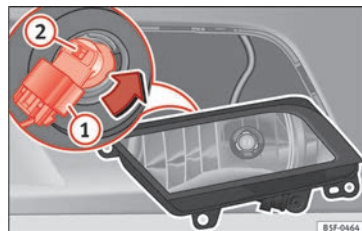

Fig. 114 Farol de nevoeiro.
- Retirar o conector » **Fig. 114** ① da lâmpada.
- Rode o porta-lâmpadas » **Fig. 114** ② para a esquerda e puxe.